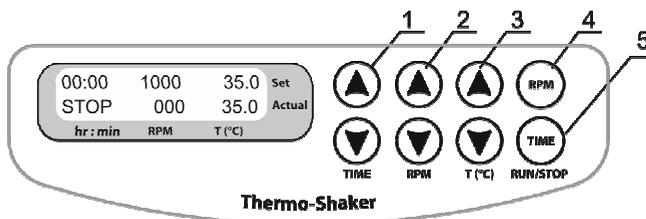

Abb. 3 Steuerung
- 4.3. **Einstellung der Zeit (TIME).** Mit den Tasten ▲ und ▼ **TIME** (Zeit) (Abb. 3/1) können Sie das gewünschte Arbeitszeitintervall in Stunden und Minuten einstellen (Schrittweite 1 Min). Wenn Sie die Taste länger als 3 Sek gedrückt halten, wird die Schrittweite erhöht.
- 4.4. **Einstellung der Geschwindigkeit (RPM).** Mit den Tasten ▲ und ▼ **RMP** (Abb. 3/2) können Sie die gewünschte Geschwindigkeit einstellen (Schrittweite 10 rpm). Wenn Sie die Taste länger als 3 Sek gedrückt halten, wird die Schrittweite erhöht.
- 4.5. **Einstellung der Temperatur (T (°C)).** Mit den Tasten ▲ und ▼ **T (°C)** (Abb. 3/3) stellen Sie die gewünschte Temperatur ein (Schrittweite 0,1 °C). Wenn Sie die Taste länger als 3 Sek gedrückt halten, wird die Schrittweite erhöht.
- 4.7. Drücken Sie die Taste **RPM-RUN/STOP** (RPM-Laufen/Stopf) (Abb. 3/4). Der Thermoblock beginnt zu rotieren und der Timer beginnt, das eingestellte Zeitintervall herunter zu zählen (mit 1 Min Präzision).
- 4.10. Erforderlichenfalls können Sie den Timer neu starten, während er läuft. Drücken Sie die Taste **TIME-RUN/STOP** (Zeit-Laufen/Stop) einmal (Abb. 3/5), um den Timer zu stoppen. Drücken Sie die Taste **TIME-RUN/STOP** (Zeit-Laufen/Stop) erneut, um den Timer neu zu starten.
Nach Ablauf der eingestellten Zeit stoppt die Thermoblockbewegung automatisch, die Heizung kann jedoch nur manuell durch Herabsetzen der Temperatur mit der Taste **▼ T (°C)** ausgeschaltet werden (Abb. 3/3 - untere Taste), bis die Anzeige OFF (AUS) in der oberen Zeile (Set/Eingestellte) des Displays erscheint.
- 5.2. Um den Kalibrierungskoeffizienten einzugeben, halten Sie die Taste **TIME-RUN/STOP** (Zeit-Laufen/Stopp) (Abb. 3/5) länger als 8 Sek gedrückt, um den Kalibrierungsmodus zu aktivieren. Der Kalibrierungskoeffizient erscheint auf dem Display (Abb. 5/1).
- 5.3. Stellen Sie den Wert 1.000 mithilfe der Tasten ▲ und ▼ ein (Abb. 3/3), um die Werkseinstellungen wiederherzustellen, wie in Abb. 5/1 zu sehen ist.
- 5.9. Halten Sie die Taste **TIME-RUN/STOP** (Zeit-Laufen/Stopp) (Abb. 3/5) länger als 8 Sek gedrückt, um den Kalibrierungsmodus zu aktivieren. Folgende Parameter erscheinen auf dem Display (Abb. 5):
- 5.10. Benutzen Sie die Temperatur mit den Multiplikatorkoeffizientenanzeigen, um den neuen Temperaturwert einzustellen. Ändern Sie mit den Tasten **Temp.** ▲ und ▼ (Abb. 3/3) den Kalibrierungskoeffizienten (Abb. 6A/1) so, dass der neue Temperaturwert (Abb. 6A/2) der Temperatur des autonomen Sensors entspricht. In unserem Beispiel beträgt der Kalibrierungskoeffizient 0,974 (im Bereich: 0,936 bis 1,063; Schrittweite 0,001).
- 5.11. Drücken Sie nach Abschluss der Kalibrierung einmal die Taste **RPM-RUN/STOP** (RPM-Laufen/Stop) (Abb. 3/4), um die Änderungen zu speichern und den Kalibriermodus zu verlassen.